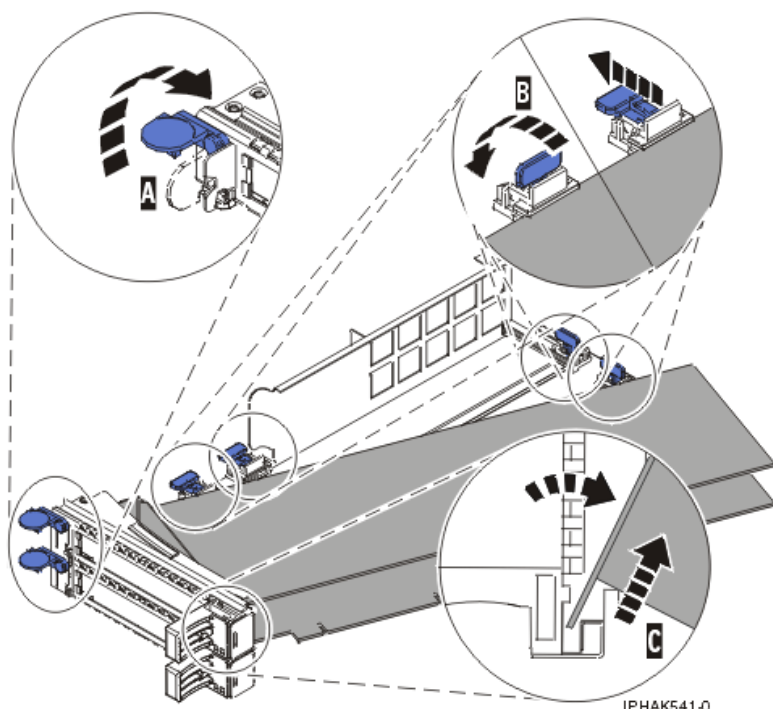

Figura 92. Adaptador removido da cassete de adaptador PCI
- a. Desbloqueie as peças de fixação do adaptador rodando o grampo de fixação **A** para a posição horizontal. Consulte Figura 92 na página 124.